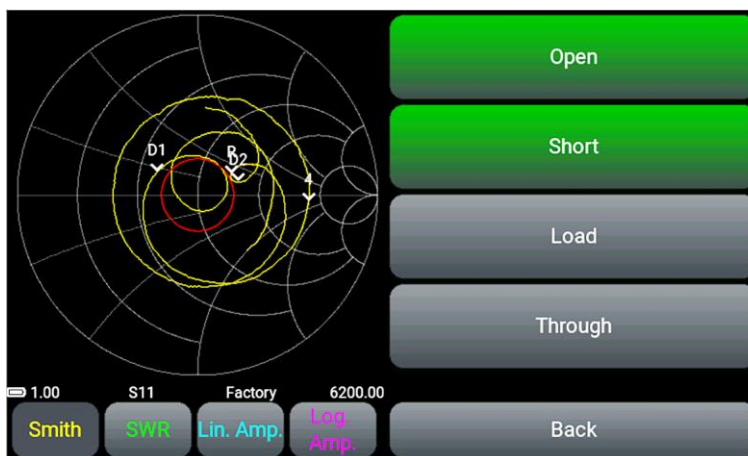

Рисунок 9.9 – Процесс калибровки прибора
9.4.1. Войдите в раздел **Calibration** главного меню прибора (Рисунок 9.9).